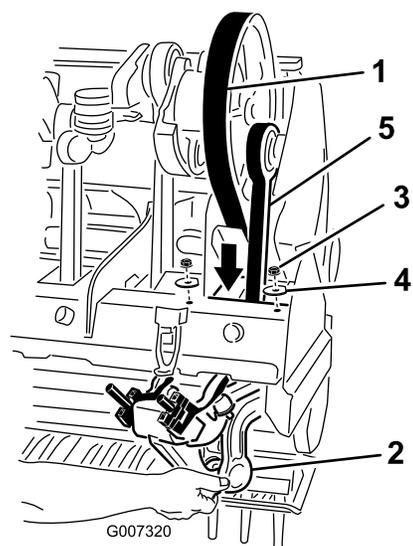

Figura 38
5. Allentate e togliete i 2 dadi di bloccaggio e le rondelle che fissano l'ammortizzatore Rotalink per il braccio del gruppo di pressione n. 1 (Figura 38).
7. Dirigete la cinghia di trasmissione in basso attraverso il telaio della testa di carotaggio e attorno all'estremità inferiore del braccio del gruppo di pressione n. 1 (Figura 38).